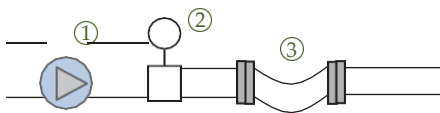

Рис. 1.13
Криогенное применение при очень низкой температуре. Примерами являются сжиженные газы, такие как сжиженный азот, используемый в лабораториях, или сжиженный природный газ (СПГ) в энергетическом секторе. При атмосферном давлении температура СПГ составляет около -162 °C. Из-за свойств материала трубы, резервуары и компоненты будут сжиматься при охлаждении. Если система изготовлена из разных материалов, что, вполне вероятно, приведет к возникновению напряжений и усилий, если они будут сокращаться или сжиматься с разной скоростью. Гибкая секция (3), установленная где-то в линии, защитит расходомер (2) и другие компоненты (1) (рисунок 1.13). Тот же метод используется, когда трубопровод иногда достигает очень высоких температур.